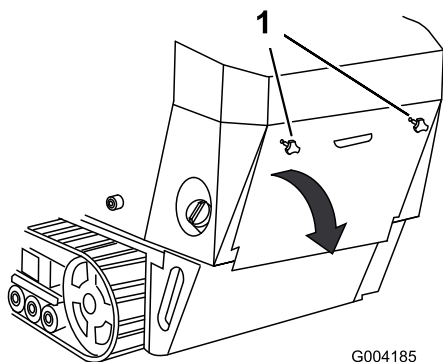

Figura 28
1. Desenrosque los 2 pomos que fijan la tapa de acceso trasera a la máquina (Figura 28).
2. Baje la tapa de acceso trasera y retírela para tener acceso a los componentes internos (Figura 28).